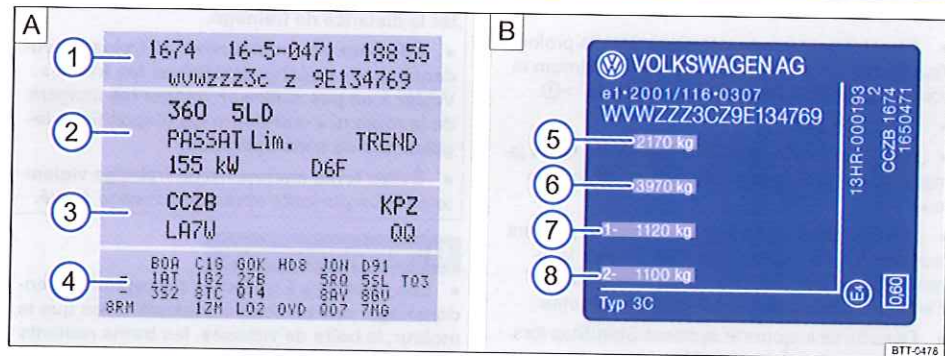

Fig. 18 A : Étiquette d'identification du véhicule : ici avec les lettres-repères moteur CCZB ③. B : Plaque du constructeur.
L'étiquette d'identification du véhicule ⇒ fig. 18 A est collée sur le plancher du coffre à bagages et comporte les données suivantes :
- ① Numéro d'identification du véhicule (numéro de châssis)
- ② Type de véhicule, puissance du moteur, boîte de vitesses
- ③ Lettres-repères de moteur et de boîte de vitesses, référence peinture, code de garnitures intérieures. Dans l'exemple, les lettres-repères moteur sont « CCZB » ⇒ fig. 18.
- ④ Options, numéros PR
La plaque du constructeur ⇒ fig. 18 B est visible au bas du montant de la porte du conducteur, après ouverture de la porte. Les véhicules destinés à certains pays d'exportation n'ont pas de plaque du constructeur.